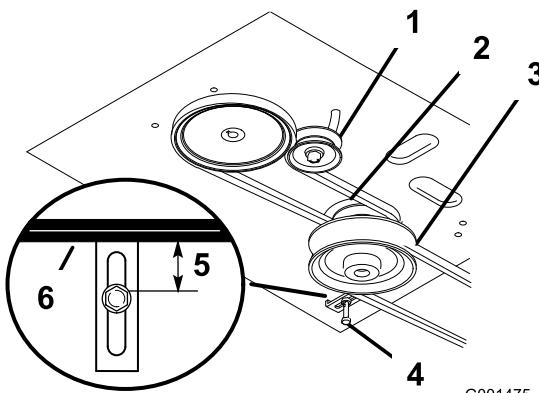

Figura 41
4. Retire la correa del cortacésped (Figura 41).
5. Afloje el perno de pivotaje lo suficiente para poder desplazar la polea tensora dentro de la ranura, y retire la correa de tracción de las poleas del motor y de la transmisión (Figura 41).
- Instale la correa nueva alrededor de las poleas del motor y de la transmisión (Figura 41).
- Desplace la polea tensora respecto al bastidor del motor para tensar la correa de tracción (Figura 41).
- Instale la correa del cortacésped (Figura 41).
- Compruebe que la guía de la correa, situada debajo del bastidor del motor, está ajustada correctamente (Figura 41).